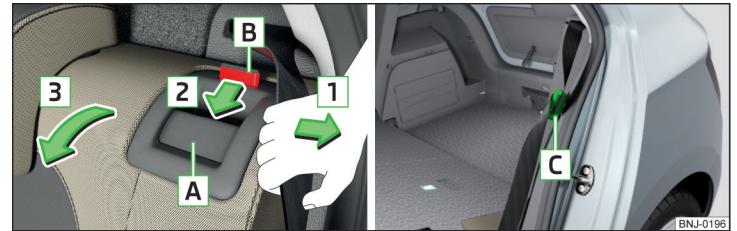

Abb. 65 Sitzlehne vorklappen / Bereitschaftsstellung des Sicherheitsgurts
- Den äußeren Sicherheitsgurt zur Seitenverkleidung in Pfeilrichtung 1 ziehen » Abb. 65.
Die Schlosszunge der äußeren Sicherheitsgurte **C** » **Abb. 65** kann in die Seitenverkleidung eingesteckt werden.